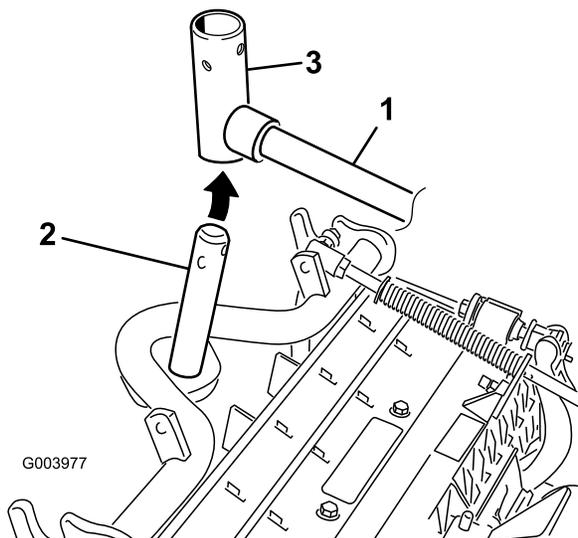

图10
8. 对于前滚刀组，在将承载架轴向上插入提升臂轴轭的同时，把滚刀组滑到提升臂下方（图10）。
B. 将提升臂枢轴插入承载架轴的上方（图10）。